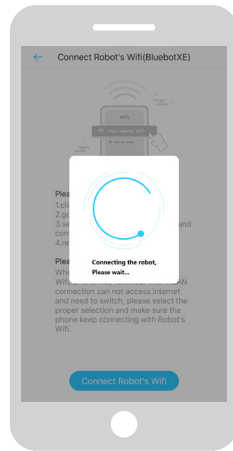

Figure 14 - Verbinden des Roboters
12. Kehren Sie zur App zurück. Die Mitteilung „Binding the Robot, please wait...“ wird angezeigt (siehe Abbildung 14).